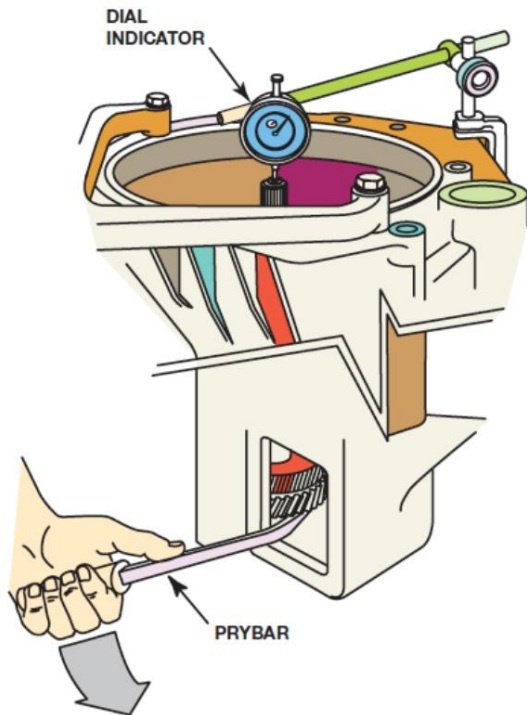

Figura 22. Medición del juego libre del eje de entrada.
- Mueva el eje hacia arriba y hacia abajo varias veces a lo largo de su recorrido libre mientras lee el juego axial o la holgura en el indicador de cuadrante. Figura 22.